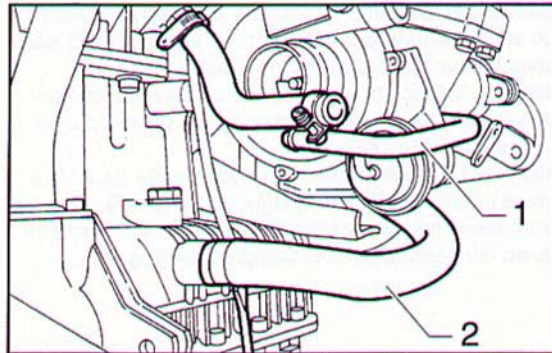

Fig. 49 ▲
- allentare le fascette e scollegare le tubazioni ingresso liquido refrigerante (1) ed uscita olio lubrificante (2) dai turbocompressori (Fig. 49);
- slacken the clamps and disconnect the coolant inlet (1) and lube oil outlet (2) tubes from the turbochargers (Fig. 49);